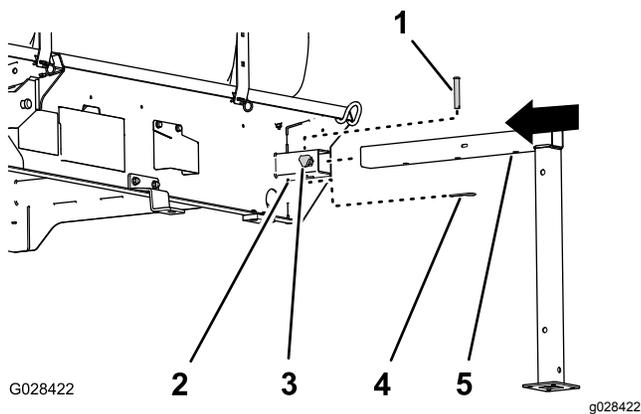

Рисунок 105
1. Совместите переднюю подъемную опору с гнездом под опору в передней части бака (Рисунок 105).
2. Вставьте подъемную опору в гнездо так, чтобы среднее отверстие в горизонтальной трубке подъемной опоры было совмещено с отверстием в верхней части гнезда (Рисунок 105).
4. Заверните рукоятку в гнездо, затянув от руки (Рисунок 105).